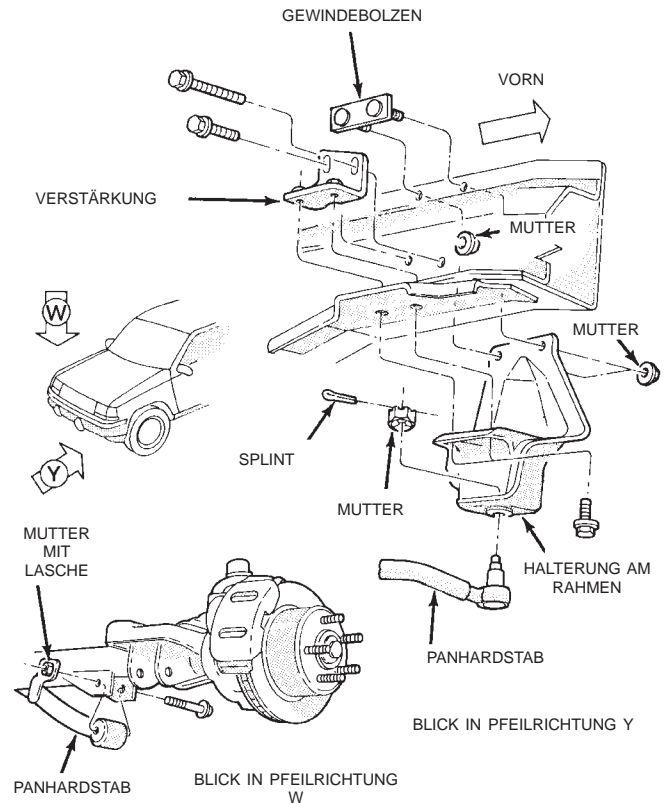

Abb. 8 Panhardstab
- (1) Fahrzeug anheben und sicher abstützen.
- (2) Splint und Mutter vom Kugelkopf des Panhardstabs am Längsträger lösen (Abb. 8).
- (3) Einen Abzieher verwenden, um den Kugelkopf aus der Halterung am Längsträger herauszuziehen.
- (4) Panhardstab von der Halterung am Achsrohr abschrauben (Abb. 8). Panhardstab ausbauen.